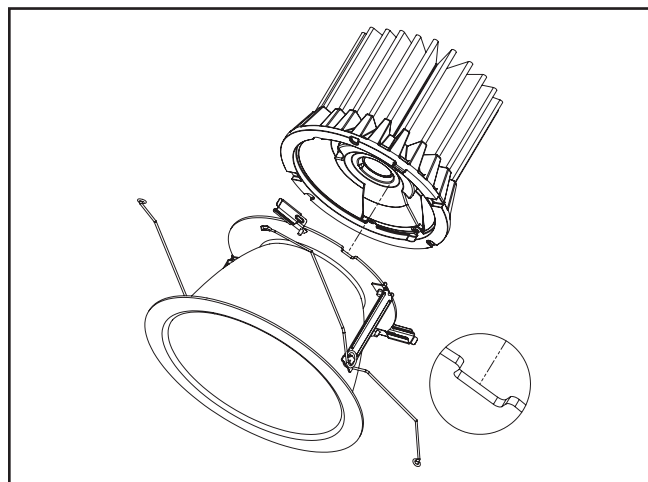

Figura 10.
2. Inserte el motor del LED en el conjunto del borde. Alinee el terminal en el motor del LED con la ranura en el conjunto del borde. (Figura 10).